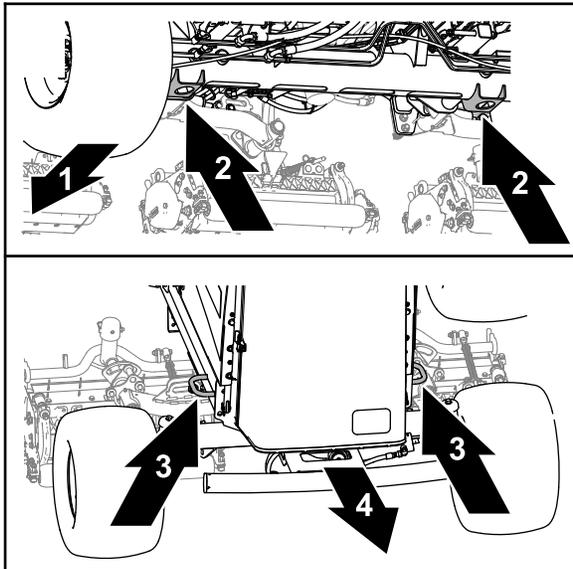

Figura 91
- Delante – el orificio de los puntos de apoyo del gato del tubo del eje delantero (Figura 91).